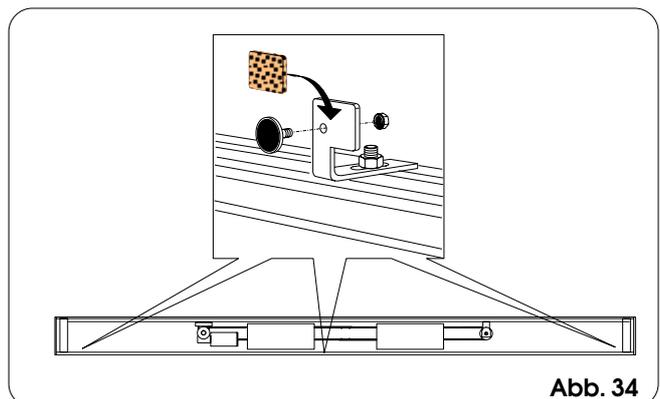
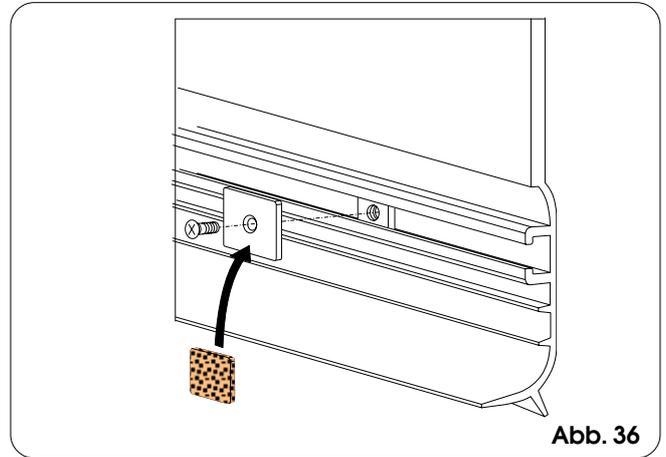

Abb. 34
Abb. 36
- die drei auf den Enden und in der Mitte positionierten Winkelstücke aus Abb. 34 (jeweils 1 Schraube M6);
- Im Inneren der Abdeckung entsprechend der drei Winkelbügel drei Plättchen auf dem Träger, wie in Abb. 36 gezeigt, montieren.
- Klebverschluß auf den drei Winkelbügeln (Abb. 34) und auf den im Inneren der Abdeckung montierten Plättchen (Abb. 36);
- Magnete, die in die drei Winkelbügel (Abb. 34) und in die im Inneren der Abdeckung montierten Plättchen eingesteckt werden (Abb. 36);